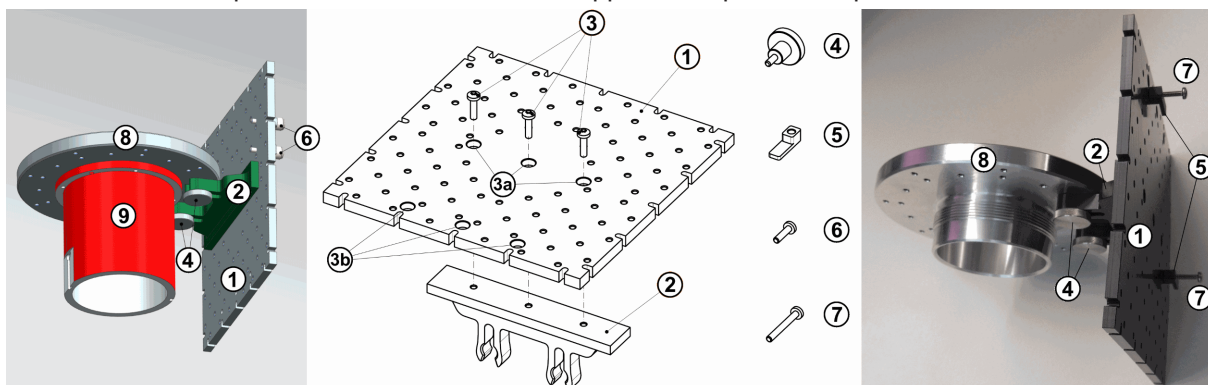

Figure 7-8 : Support pour prise en charge d'une carte de circuit imprimé (PCB) en plus du dispositif sous test
- Un **utilisateur expert** a fixé la PCB sur le support PCB en attachant les fixations et les vis (notées 5 à 7 dans Figure 7-8).
- Un **utilisateur expert** a fixé la plaque de base métallique du support (8) sur le plateau rotatif (9).
Un **utilisateur expert** peut assembler le support PCB en utilisant les trous d'assemblage centraux (3a) ou latéraux (3b), comme indiqué dans Figure 7-8.